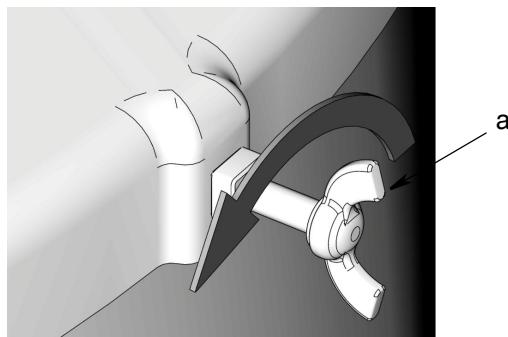

Рис. 5
2. Ослабьте винты крышки бочки (а) и снимите ее (Рис. 5).